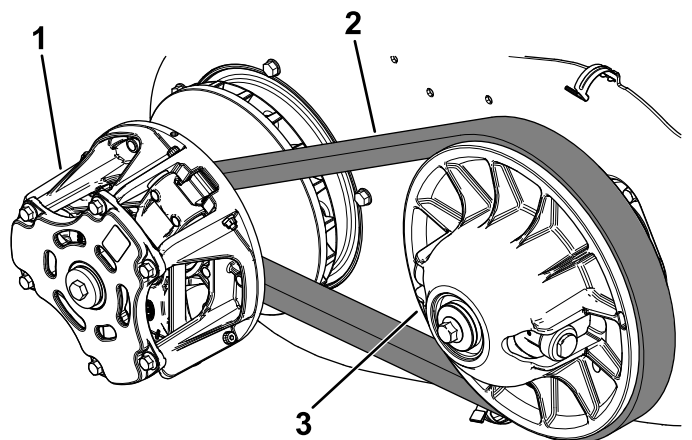

Figura 87
6. Fate girare la cinghia (Figura 87) ed ispezionatela per rilevarne eventuale segni di eccessiva usura o danni.
7. Pulite accuratamente le frizioni con aria compressa, rimuovendo tutti i corpi estranei (Figura 87).
6. Tirate verso l'alto la parte superiore della cinghia per allungare la frizione secondaria, quindi girate la cinghia e fatela passare sulla frizione secondaria (Figura 87).
7. Rimuovete la cinghia dalla frizione primaria (Figura 87).
8. Allineate la nuova cinghia sopra la frizione primaria (Figura 87).
9. Girate la cinghia e fatela passare sulla frizione secondaria (Figura 87).